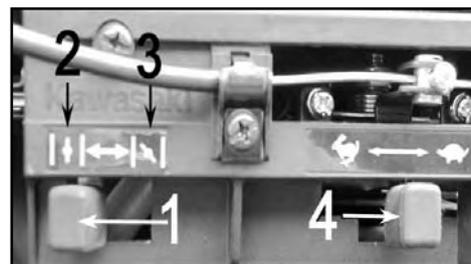

Figura 4
Per l'avviamento a freddo del motore, spostare completamente indietro la leva dello starter (1, Figura 4), in posizione (3) di chiusura.